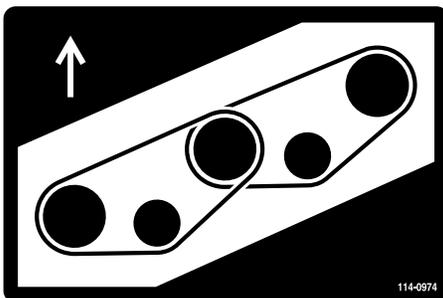
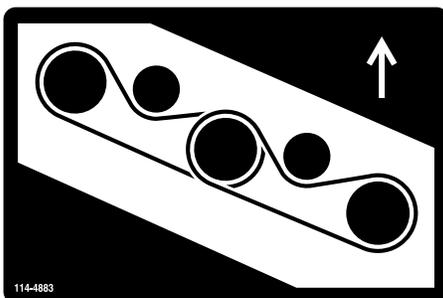

Figure 125
Figure 126
7. Installez la courroie neuve autour des poulies d'axe et de la poulie de tension (Figure 125 et Figure 126).